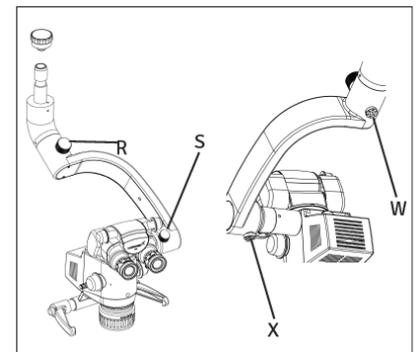

Abb. 41
- Der Ausgleichsmechanismus ist mit Sechskantschrauben X und W ausgestattet, um die Kraft durch Drehung im/gegen den Uhrzeigersinn am Trägerarm einzustellen und so zusätzliche Lasten durch Zubehör aufzunehmen. Siehe Abb. 41.